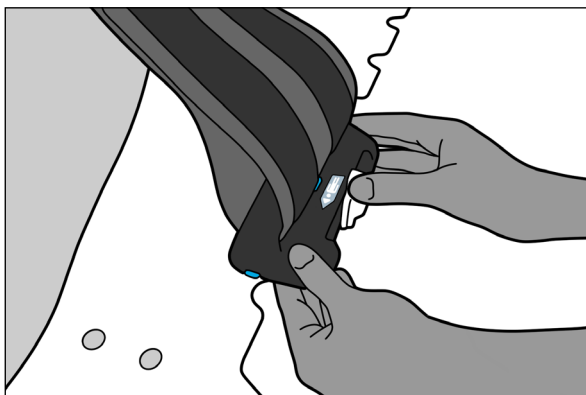

Abb. 8
5. Drehen Sie den Hebel im Uhrzeigersinn, um die Klemme an der Vorrichtung zu verriegeln (Abb. 8).